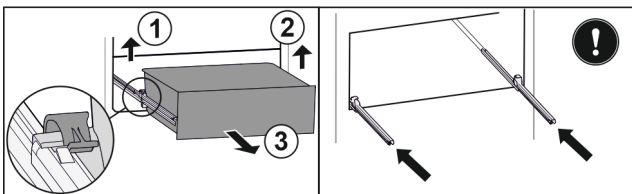

Fig. 96
- ▶ Emelje fel a bal oldali kapcsot, és ezzel egyszerre húzza előre felé a fiók bal oldalát. Fig. 96 (1)
- ▶ Emelje fel a jobb oldali kapcsot, és ezzel egyszerre húzza előre felé a fiók jobb oldalát. Fig. 96 (2)
- ▶ Vegye ki a fiókot előre felé. Fig. 96 (3)